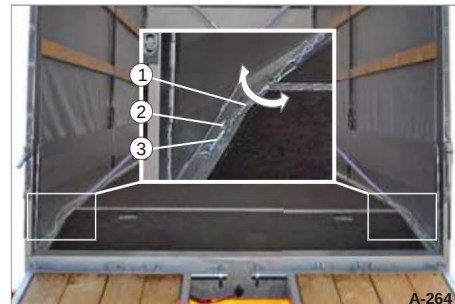

Fig. 206 Løsning af diagonalafstivning
- Fastgør kroen (fig. 206/2) nedefra til surringsbeslaget (fig. 206/3) en.
- Spænd spændespænderen (Fig. 206/1) spænd med håndkraft med et værktøj.
• Skru spændespænderen (fig. 206/1) af med et værktøj, indtil kroen (fig. 206/2) kan fjernes fra surringsbeslaget (fig. 206/3).